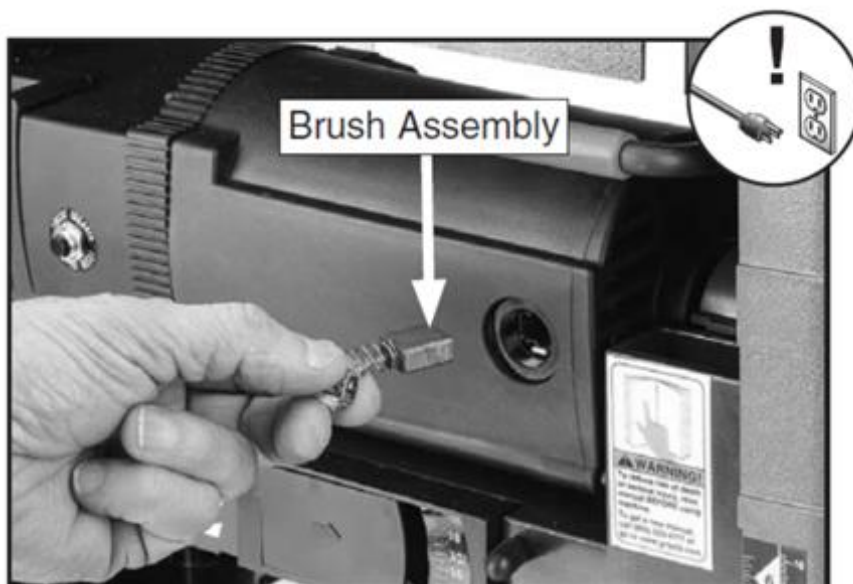

Рисунок 37. Снимаем переднюю щетку двигателя.
2. Отвинтите пластиковые крышки щеток и снимите щеточные узлы двигателя (см. рис. 37).